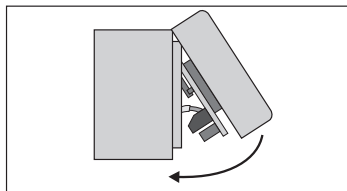

Abbildung 5
- 8 Setzen Sie dann **vorsichtig** die Oberkante der Frontplatte auf die Oberkante des Aufputz-Montagekastens auf, und klappen Sie die Frontplatte nach unten, bis sie sicher einrastet (siehe *Abbildung 5*).